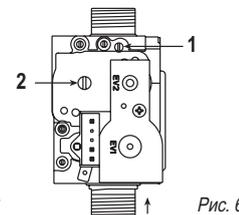

Рис. 6
- 2) Полностью откройте задвижку газового клапана (1, рис. 6)
- 3) Используя винт баллашировки газ-воздушной смеси на газовом клапане (2 рис. 6) настройте перепад давления (мм Н₂O) в соответствии с таблицей:
- 4) Используя задвижку газового клапана (1 рис. 6) настройте перепад давления (мм Н₂O) в соответствии с таблицей:
- Для корректировки содержания CO₂ на минимальной мощности котла, используйте винт баллашировки газ-воздушной смеси (2, рис. 6).
- Для корректировки содержания CO₂ на максимальной мощности котла, используйте задвижку газового клапана (1, рис. 6).
– **Другие неисправности** (рис. 6)